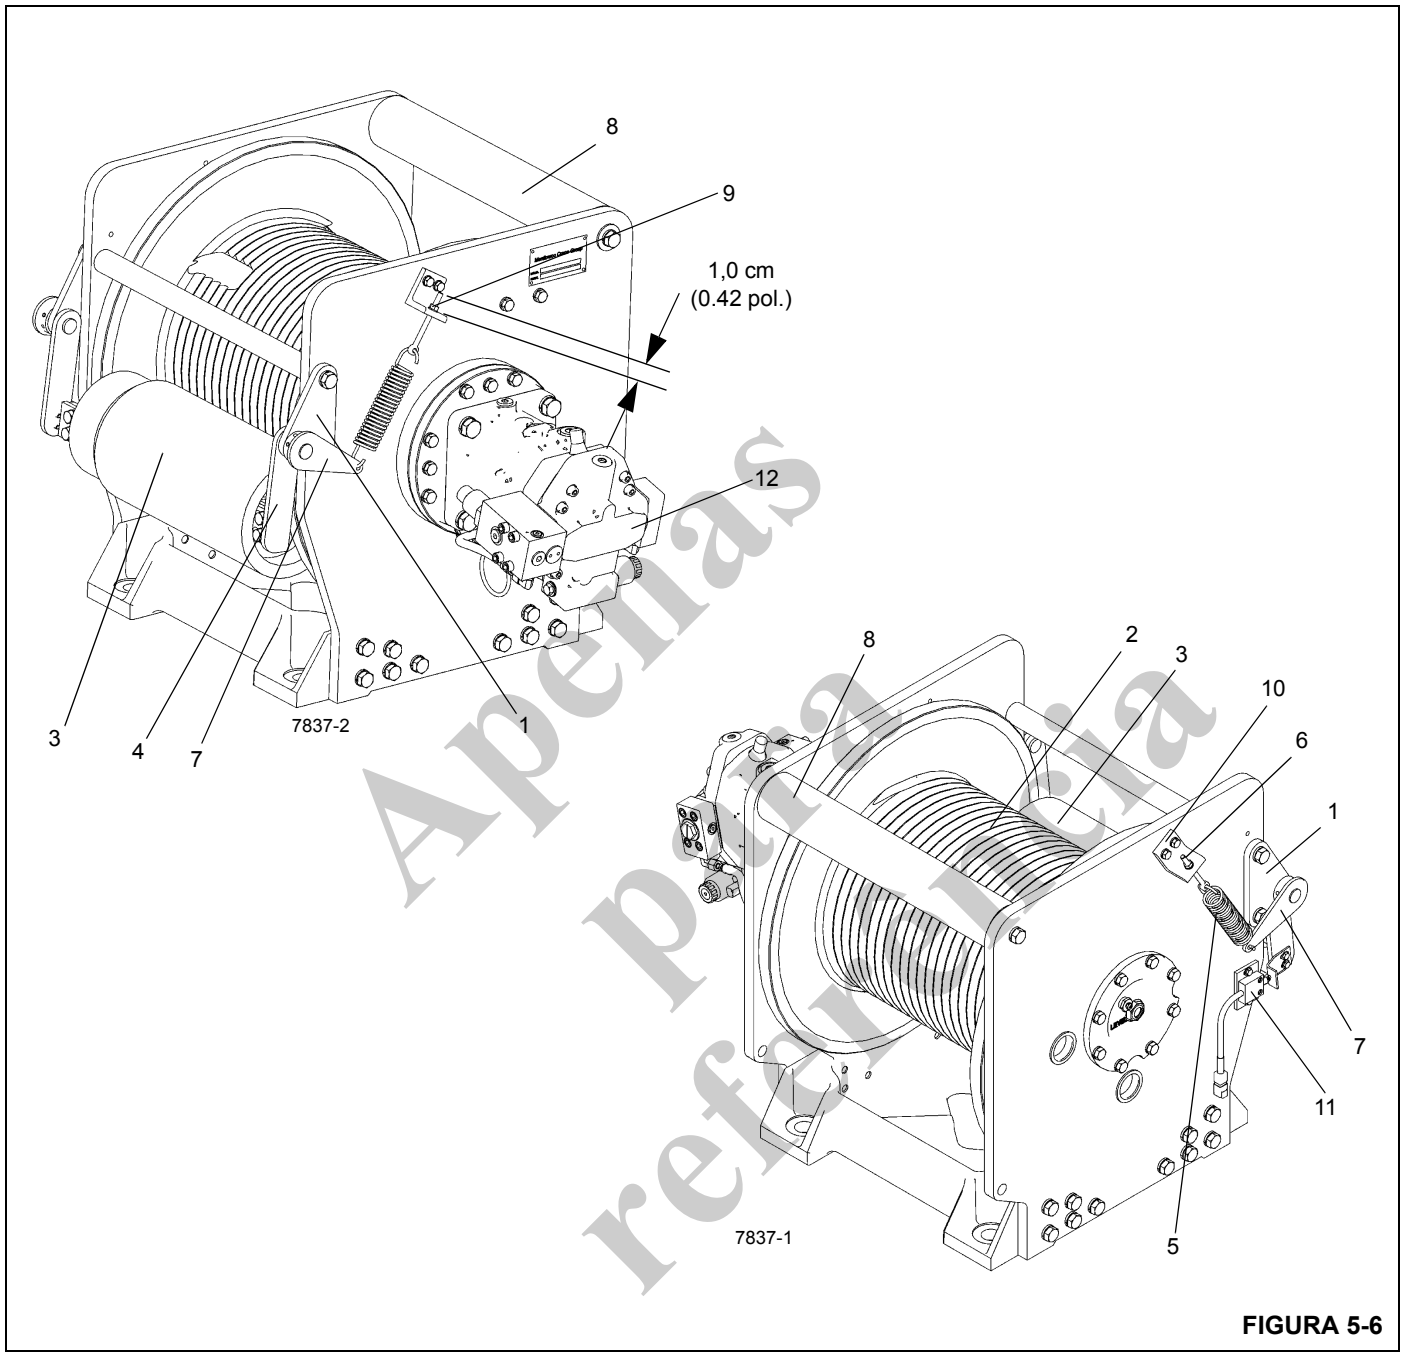

FIGURA 5-6
Os guinchos principal e auxiliar são ambos equipados com um tambor-guia (Figura 5-6) no lado frontal do guincho. O tambor-guia do guincho principal é usado para evitar o contato do cabo do guincho com a lança. Quando o guindaste também está equipado com um guincho auxiliar, o tambor-guia no guincho auxiliar é usado para evitar o contato do cabo do guincho com o guincho principal. O seguidor de cabo é montado na parte dianteira de seu respectivo guincho. O seguidor de cabo aplica uma pressão de mola descendente no cabo no tambor do guincho, para assegurar que o cabo será uniformemente enrolado nesse tambor e também evitar que o cabo salte sob condições anormais.
1. Remova o parafuso e a tampa da extremidade do lado direito da roda-guia (Figura 5-6).
1. Afrouxe as porcas de ajuste e remova a mola de tensão e a haste de ajuste dos dois lados do guincho Figura 5-6.